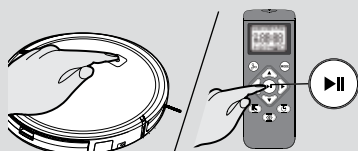

Fig. 10
2. Pressionar o botão ligar/standby no dispositivo ou o botão iniciar/pausa no controlo remoto para iniciar o processo de limpeza. **[Fig. 10]**